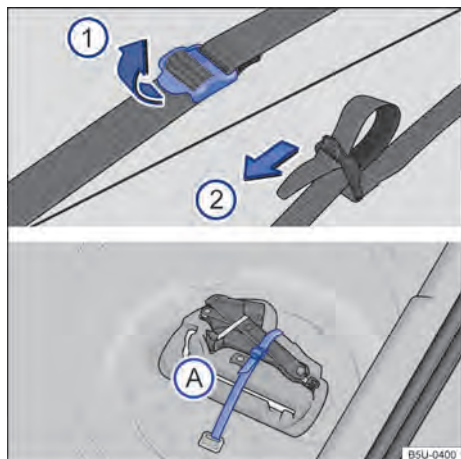

Fig. 157 En el maletero: cinta de fijación de la caja de herramientas y caja de herramientas de a bordo.
Para soltar la cinta de fijación → fig. 157 (A), tirar de la hebilla en el sentido de la flecha ①.